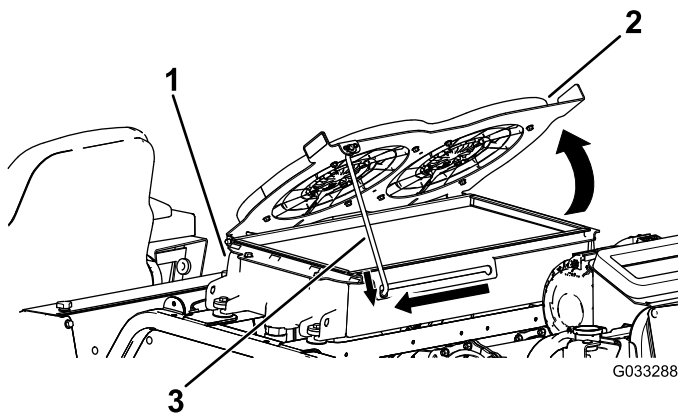

Figura 122
2. Ruotate le ventole di raffreddamento idraulico verso l'alto e bloccate l'asta di sostegno nella tacca (Figura 122).